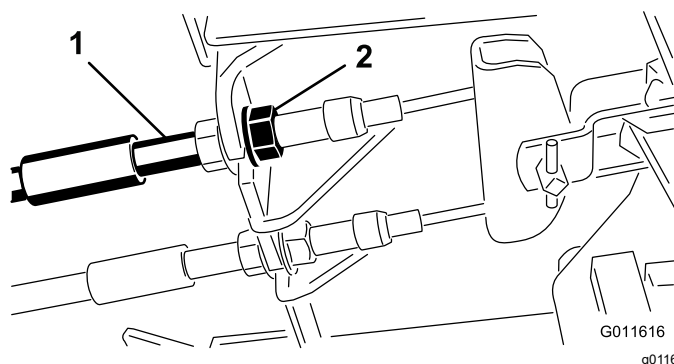

Figura 69
1. Para reduzir a folga dos pedais dos travões, aperte os travões desapertando a porca dianteira que se encontra na extremidade roscada do cabo dos travões (Figura 69).